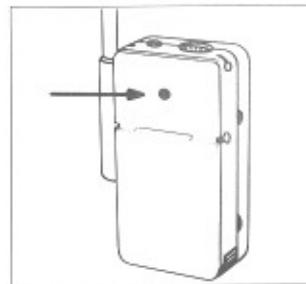

Abb. 4
Da die Empfindlichkeitsabsenkung des Hörgeräts abhängig ist von der Eingangsimpedanz des Audio-Eingangs, muß durch den Hörgeräte-Akustiker eine Anpassung erfolgen. Die Anpassung wird mit einem Potentiometer vorgenommen, das durch eine Öffnung in der hinteren Gehäuseschale zugänglich ist (Abb. 4).
5. Sendermikrofon besprechen. Dabei Potentiometer am EK 1013-6 (Abb. 4) so einstellen, daß die Empfindlichkeit des im Hörgerät eingebauten Mikrofons deutlich abgesenkt wird.